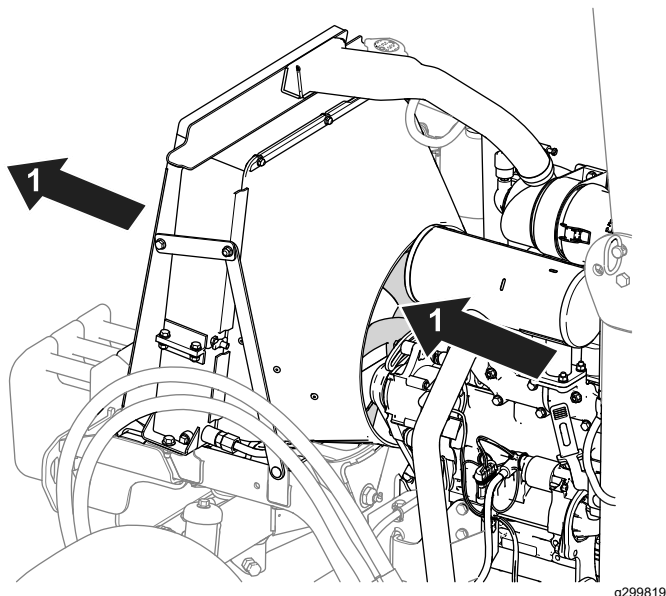

図 70
- ラジエターの冷却フィンの清掃は圧縮空気で行ってください。機体内部から外部にむかってエアを吹き付けます 図 70。